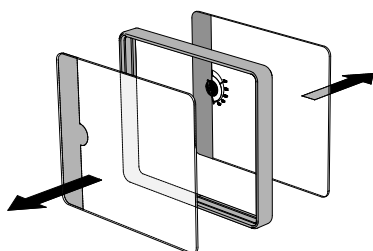

Bild 40
- Schauglaspaket herausnehmen, Silikondichtring abnehmen (Bild 40).